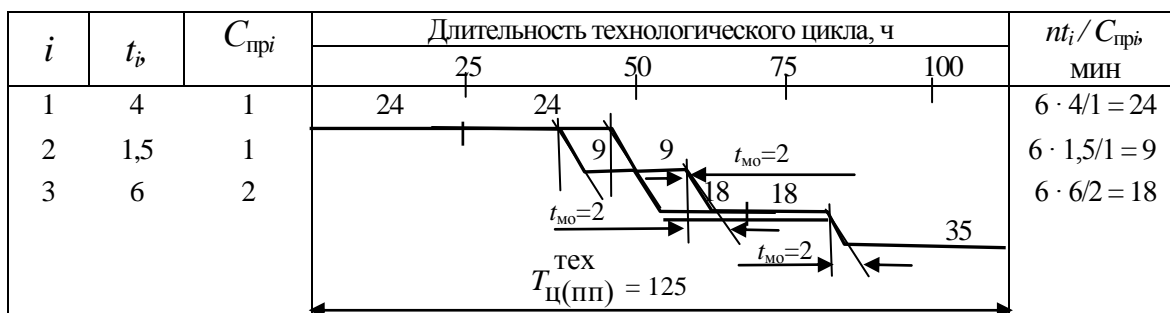

Рис. 3. График длительности производственного цикла при последовательно-параллельном движении предметов труда
9. Построение графика длительности производственного цикла при параллельно-последовательном движении предметов труда показано на рис. 3.